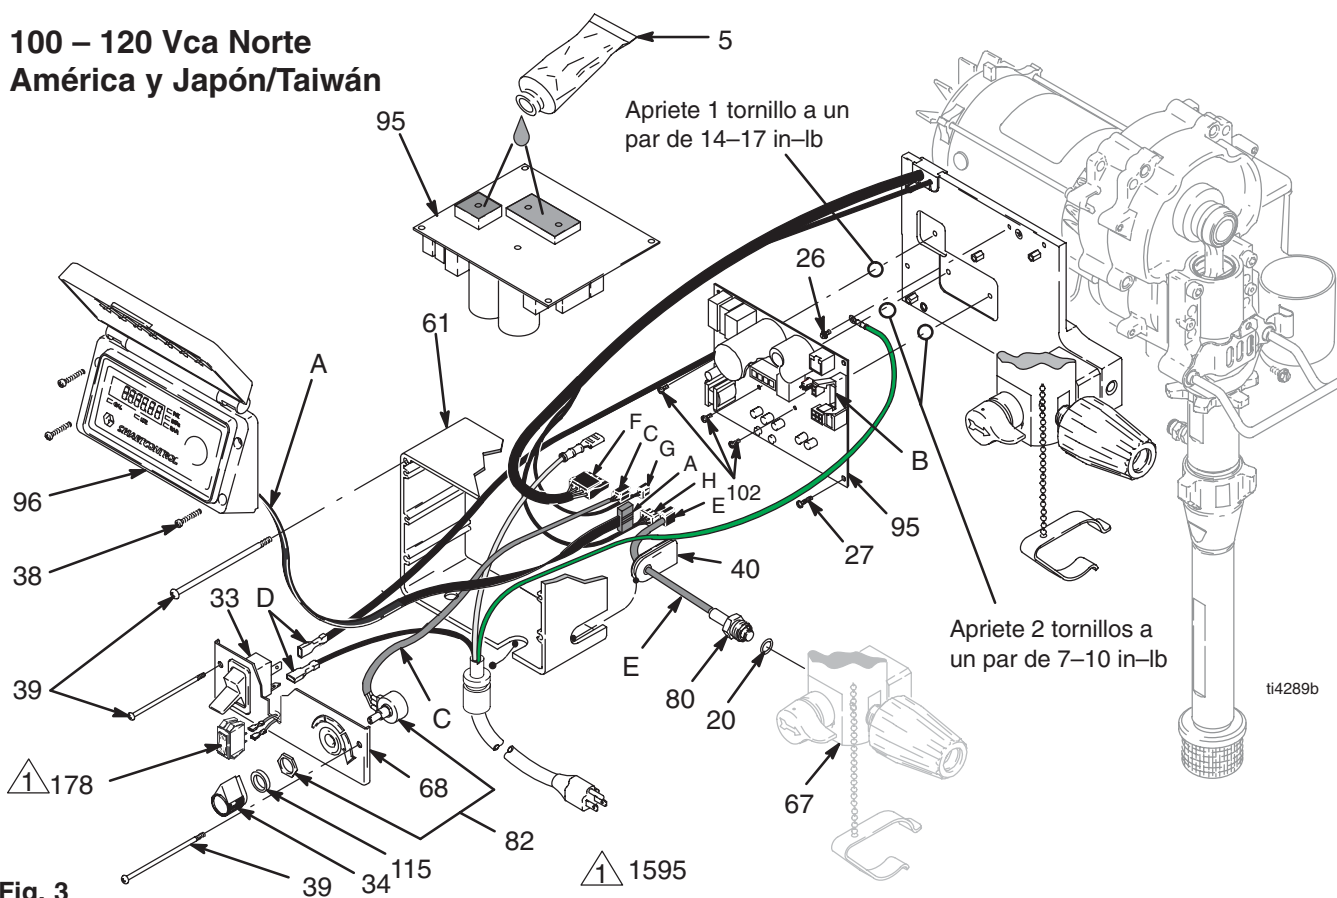

Fig. 3
2. Fig. 3. Retire los cuatro tornillos (38) y la tapa (96).
3. Desenchufe el conector de la pantalla (A) de la tarjeta de control del motor (95).
4. Retire los dos tornillos inferiores (39) y deje que panel de control (68) cuelgue libremente.
5. Desconecte los hilos(s) eléctricos de la tarjeta de control (D) del interruptor de ENCENDIDO / APAGADO (33) y la tarjeta de control del motor (95).
6. Desenchufe el conector del potenciómetro (C) de la tarjeta de control del motor.
7. Desconecte el interruptor 15/20A (178) (1595).
8. Desenchufe el conector del transductor (E) de la tarjeta de control del motor.
10. Retire los dos tornillos superiores (39) y la caja de control (61).
11. Retire los cinco tornillos (27), los tres tornillos (102) y la tarjeta de control del motor.
1. Fig. 3. Aplique una pequeña cantidad de compuesto térmico 110009 (5) a las áreas de los componentes sombreados de la parte trasera de la tarjeta de control del motor (95).
2. Instale la tarjeta de control del motor (95) con cinco tornillos (27). Apriete a un par de 9–11 in-lb (1,02 – 1,24 N·m). Instale y apriete los tres tornillos (102) a los valores indicados en la Fig 3.
4. Instale la caja de control (61) con los dos tornillos superiores (39).
5. Enchufe el conector del transductor (E) a la tarjeta de control del motor.
6. Conecte el interruptor de 15/20A (178) (1595).
7. Conecte los hilos conductores de potencia de la tarjeta de control del motor (D) al interruptor de ENCENDIDO / APAGADO (33).
8. Enchufe el conector del potenciómetro (C) a la tarjeta de control del motor.
9. Instale el panel de control (68) con los dos tornillos (39).
10. Enchufe el conector de la pantalla de visualización (A) a la tarjeta de control del motor.
11. Instale la cubierta (96) con los cuatro tornillos (38).
2. Fig. 3, 4 ó 5. Retire los cuatro tornillos (38) y la tapa (96).
3. Desenchufe el conector del potenciómetro (C) de la tarjeta de control del motor (95).
4. Retire el mando del dispositivo de control de presión (34) con una llave hexagonal.
5. Retire la junta (115), la tuerca y el potenciómetro (82) del panel de control (68).